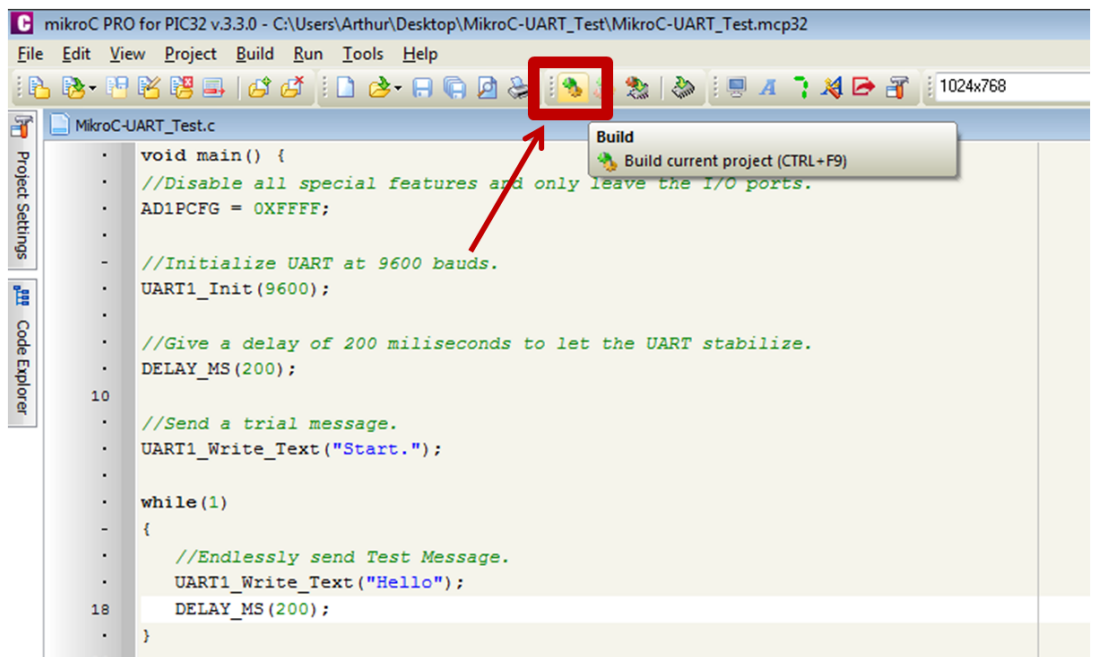

Figura 3.1: Compilación de programa de prueba UART en MikroC for PIC32.
2. Una vez elaborada la aplicación, se hace clic en el botón compilar y se generará un ejecutable .hex que deberá ser cargado en el microcontrolador MINI-32. En la figura 3.1 puede observarse la compilación del archivo.